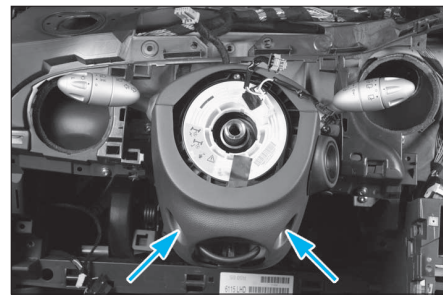

FIG. 13
- les 2 vis de fixation du cache inférieur de colonne de direction (Fig.13).